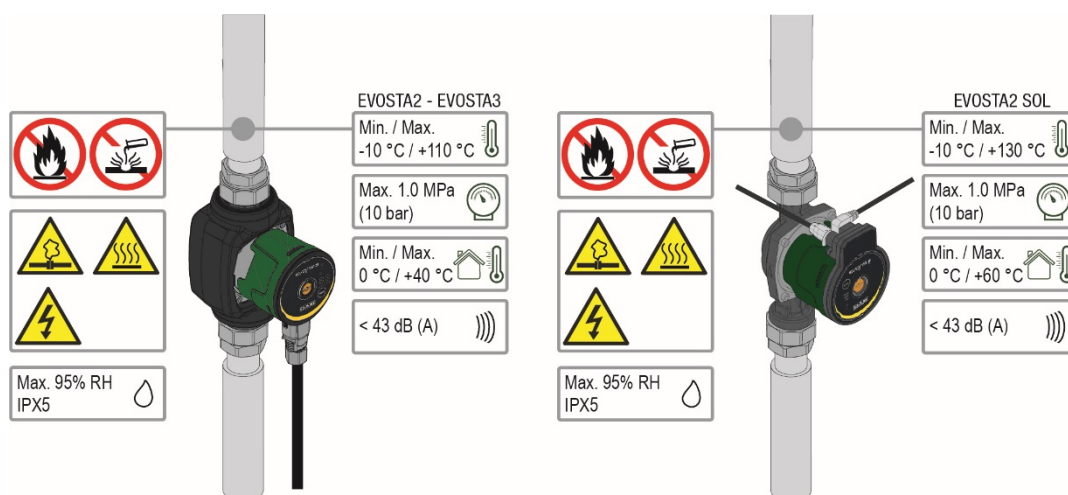

Рисунок 1: Перекачиваемые жидкости, предупреждения и условия эксплуатации
Стрелки на корпусе насоса указывают направление потока через насос. См. Рис. 1, поз.
1. Вставьте две прокладки при установке насоса в трубу. См. Рис. 1, поз. В.
2. Установите насос с коленчатым валом горизонтально. См. Рис. 1, поз. С.